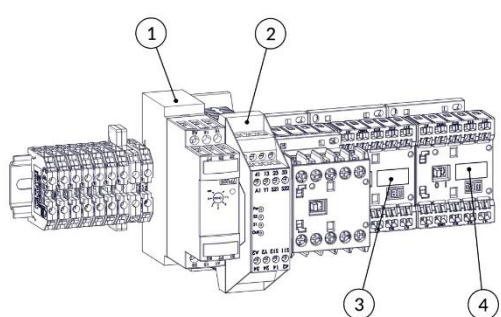
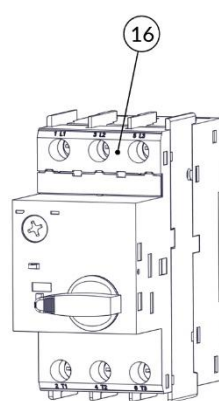

FIG. 9
FIG. 14
- b) Inspeção todo o conjunto de comando (especificados nas FIG. 9 até FIG. 14) e verifique se há contaminação destes componentes por agentes externos agressivos ao sistema, tipo: sabão, água, insetos, etc. Verifique também a integridade dos cabos elétricos e seus terminais elétricos. Caso haja contaminação do sistema, deve-se proceder a troca do componente degradado.